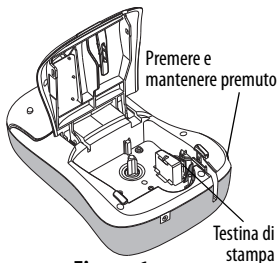

Figura 6
- 2 Premere e mantenere premuto il pulsante taglierino per esporre la lama. Vedere Figura 6.
- 3 Strofinare delicatamente il lato imbottito intorno alla testina di stampa. Vedere Figura 6.